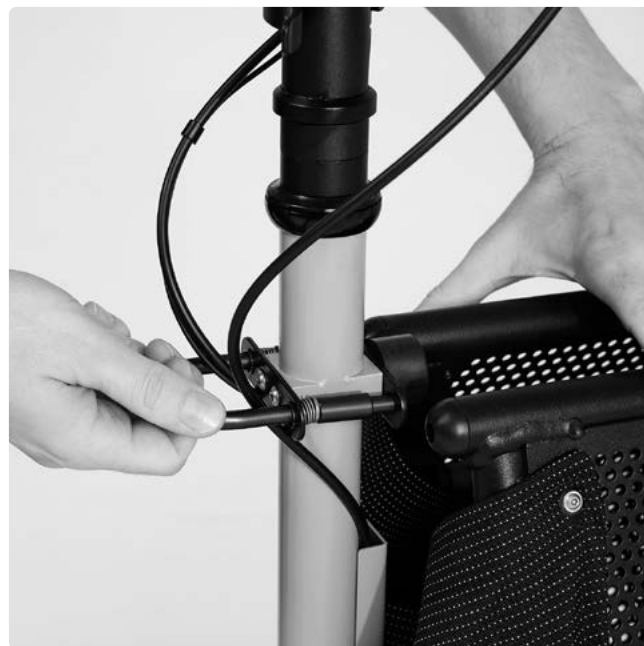

FIG. 52
- Para cerrar la cesta, junte las dos alas de la cesta, sostenga las alas de la cesta con una mano y tire del aro de bloqueo hacia atrás con la otra mano para hacerlo encastrar en ambas alas de la cesta (fig. 52).